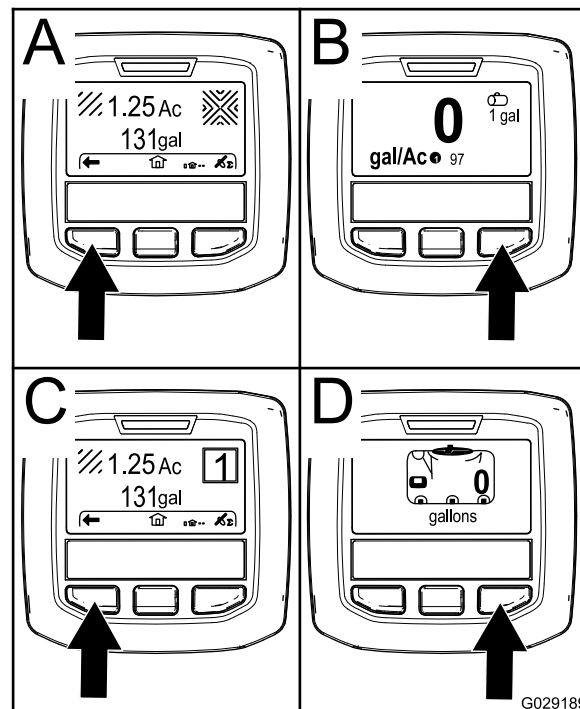

Figura 19
- Pulsante di selezione destro: **Area irrorata totale** (A della Figura 19)
- Pulsante di selezione destro: **Volume di applicazione** (B della Figura 19)
- Pulsante di selezione sinistro: **Area parziale irrorata** (C della Figura 19)
- Pulsante di selezione sinistro: **Volume serbatoio** (D della Figura 19)